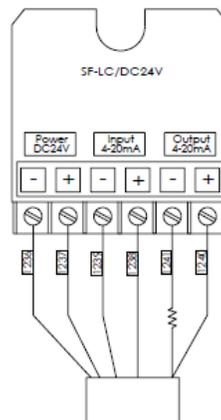

Figure 8.10-2 : Composants de la carte PC de l'actionneur
Le logement de l'actionneur comporte un couvercle qui peut être retiré en desserrant simplement une seule vis captive. Le retrait du couvercle permet d'accéder à une carte PC comprenant les branchements câblés et les composants du circuit de commande illustrés sur la Figure 8.10-2.
2. Appuyez longuement sur le bouton COUPLAGE en laiton (cf Figure 8.10-2).